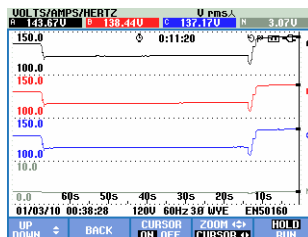

Figura 23-5. Tela de tendência, cursor ativado
- Use F2 e F3 para ativar o cursor (somente no modo Hold - Em espera). Use as teclas de seta para esquerda/direita para mover o cursor horizontalmente ao longo das tendências. O valor das tendências no cursor é exibido no cabeçalho da tela, conforme mostrado na Figura 23.5. O posicionamento do cursor na extremidade esquerda ou direita da tela move a tendência para esquerda ou direita.